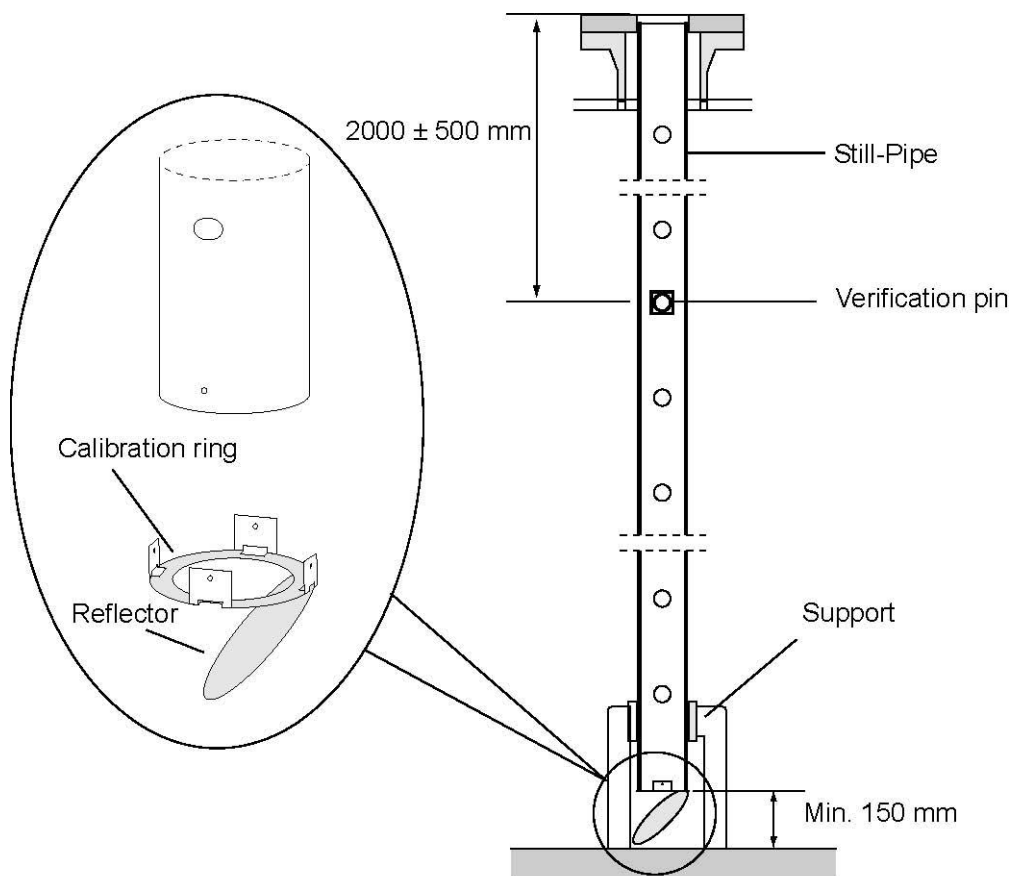

Figura 1-16 Anel de calibragem (ficha) e pino de verificação.
- Meça a distância a partir do topo da ficha inferior até ao fundo do depósito, ver Figura 1-16. Este valor será utilizado para a calibragem do RTG:
- **Nível zero no fundo do depósito:** ajuste o valor de distância de Calibragem até o nível apresentado (no anel de calibragem) ser igual à distância a partir do anel de calibragem até ao fundo do depósito (ver Figura 1-16).